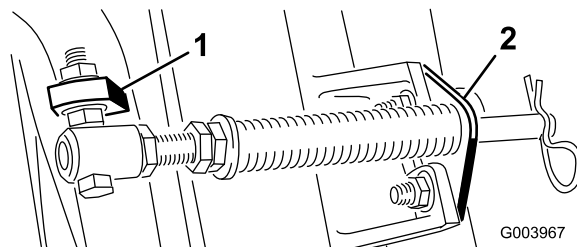
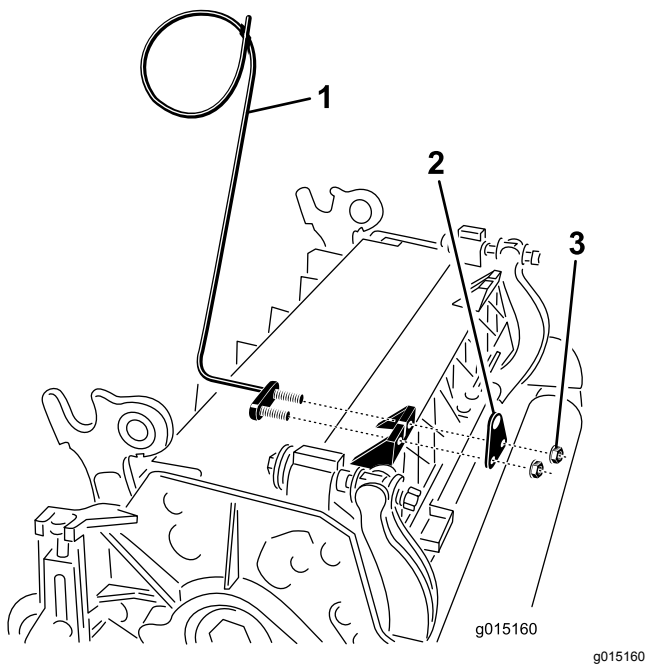

Bild 11
Bild 13
Hinweis: Positionieren Sie den Schraubenkopf zur Außenseite der Nase, wie in **Bild 11** dargestellt.
- E. Montieren Sie die Stangenhalterung mit den Schlossschrauben und Muttern an den Schneideeinheiten (**Bild 11**). Befestigen Sie die linke Schlauchführung an der Schneideinheit vorne an den Schneideeinheiten, wenn Sie die Stangenhalterung (**Bild 13**) montieren.